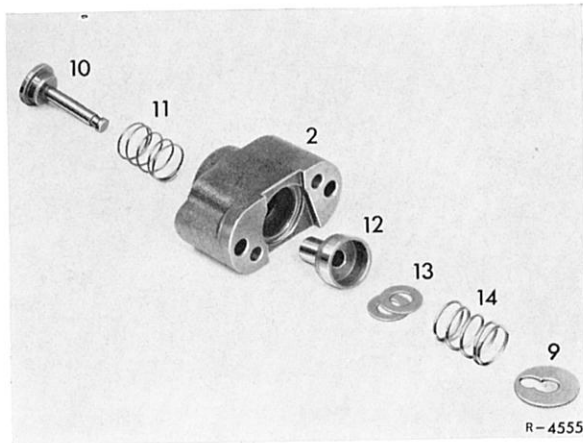

Bild 27-6/5
8 Fliehkraftgewicht (10) mit schwacher Druckfeder (11) in Regelschieber (12) einführen. Regelschieber durchdrücken, Ausgleichscheiben (13) mit Druckfeder (14) in den Regelschieber einsetzen (Bild 27-6/5).